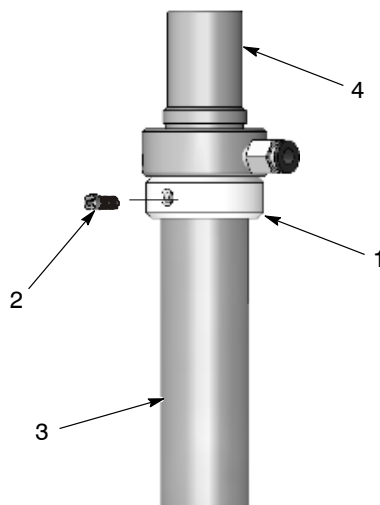

Bild 3-6 Montage av krage på sugröret
3. Se bild 3-6. Sätt på kragen (1) på sugröret (2) så som visas. Drag åt insexskruven så att kragen sitter fast.